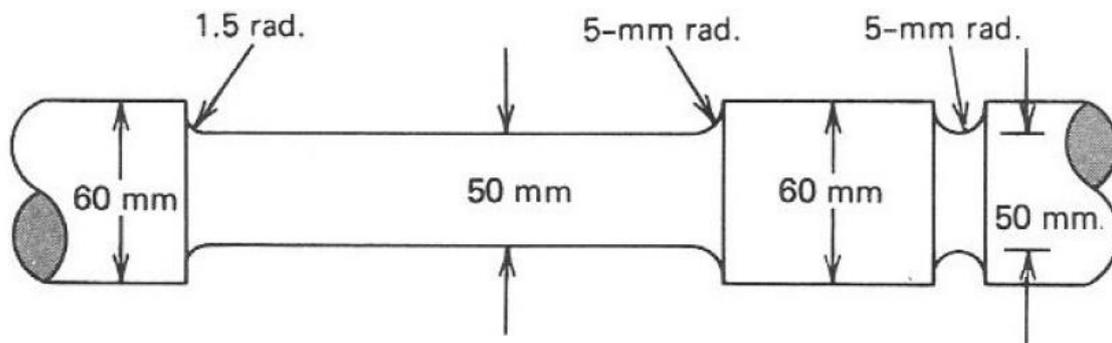

Figura 2.5
2.2.7 O veio da Figura 2.5 é solicitado por uma carga axial constante de 345 kN e por um momento torsor que varia entre -200 Nm e 1000 Nm. Determine a duração da barra à fadiga sabendo que: O veio é em aço com: tensão de cedência de 579 MPa e resistência à tração de 689MPa; acabamento superficial maquinado; temperatura ambiente, fiabilidade de 50% e coeficiente de segurança dinâmico de 1,5.